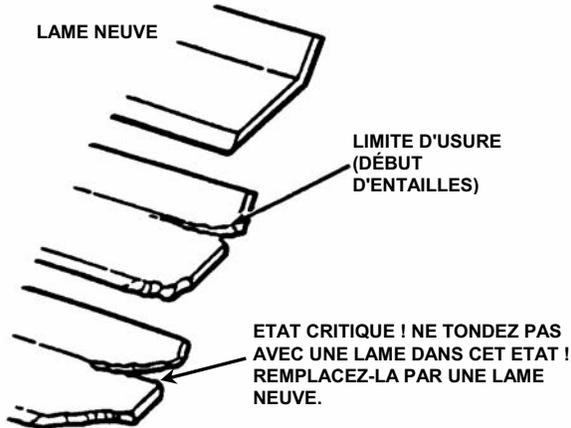

FIGURE 4.10
1. Vérifiez fréquemment vos lames pour détecter un état d'usure excessif ou des détériorations trop importantes. Voir la figure 4.10.
5. Vérifiez l'état de la lame. Voir la figure 4.10.